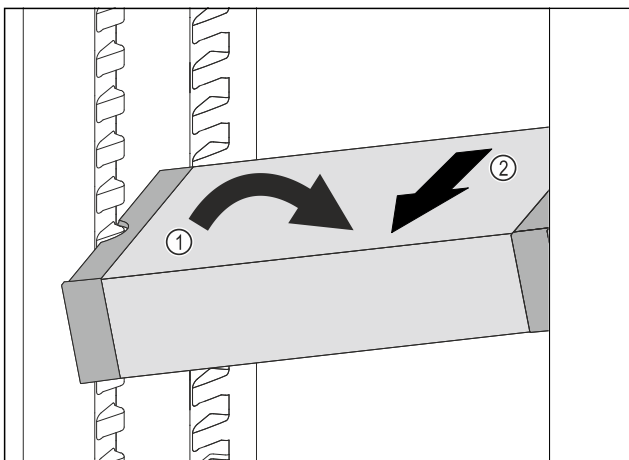

Fig. 83
► Coloque el VarioSafe en el compartimento del frigorífico en posición oblicua. Fig. 83 (1)
► Extraiga el VarioSafe hacia delante. Fig. 83 (2)